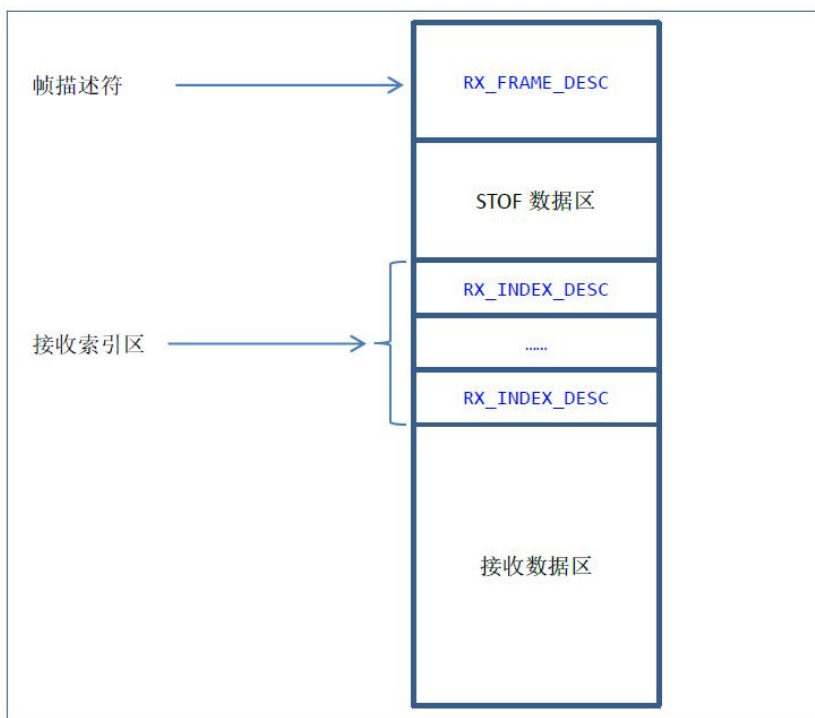

图 3 接收缓冲区结构组成
- **pbuf**: 读取到的数据存放缓冲区，若读取到数据，则该缓冲区中的数据结构如图 3 所示。其头部第 1 部分为帧描述符区，第 2 部分为 STOF 数据区，第 3 部分为接收数据索引区，第 4 部分为真正的数据区。帧描述符与接收索引的数据结构如图 4 所示。